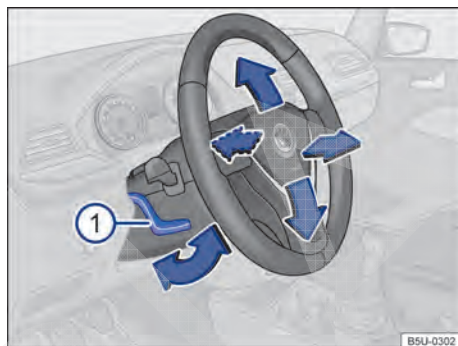

Fig. 75 Ajustar a posição do volante.
- Empurrar a alavanca → Fig. 75 ① para baixo e colocar o volante na posição desejada.